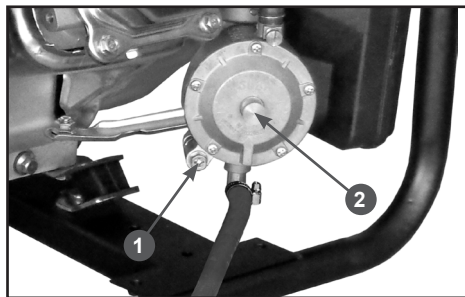

Рис. 16 Редуктор газовый генератора
3. Слейте остатки бензина с карбюратора. Приготовьте подходящую емкость и поместите ее под газовый редуктор генератора. Открутите болт 1 на газовом редукторе генератора (Рис. 16) и слейте бензин в подготовленную для этого емкость. Закрутите болт.
На Рис. 16 показан один из вариантов газового редуктора, где для слива топлива из карбюратора нужно откручивать болт. На генераторе также может быть установлен газовый редуктор, где для слива топлива из карбюратора предусмотрен топливный кран. В этом случае, для слива топлива из карбюратора переведите рычаг топливного крана в положение ON (Открыто). После слива топлива из карбюратора переведите рычаг топливного крана в положение OFF (Закрыто).
6. Нажмите кнопку 2 на корпусе газового редуктора генератора и держите её примерно 3-5 секунд (Рис. 16).